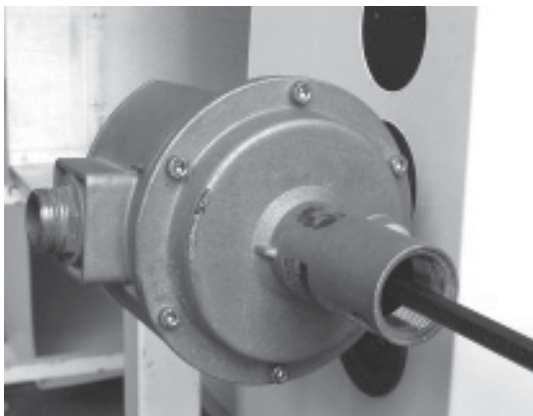

Fig. 17
- Placer le tube du manomètre sur le port de pression d'entrée (figure 17) de la vanne de régulation des gaz, après avoir desserré la vis en la faisant pivoter sur un tour.